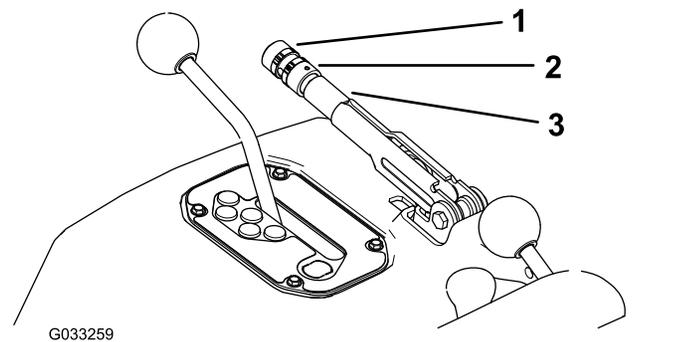

Figura 78
2. Desaperte o parafuso de afinação que fixa o manípulo à alavanca do travão de estacionamento (Figura 78).
3. Rode o manípulo (Figura 78) até ser necessária uma força de 20 a 22 kg para ativar a alavanca.
4. Aperte o parafuso de afinação quando concluir (Figura 78).